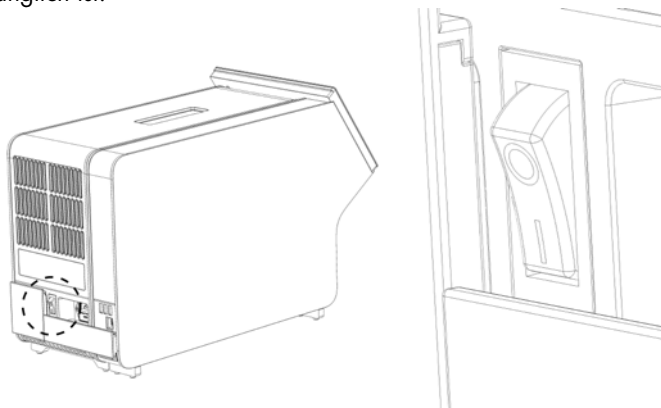

Abbildung 21: Lokalisieren des Netzschalters und Einstellen in die Position „I“.
- Schalten Sie das Gerät ein, indem Sie den Netzschalter an der Rückseite des Analysemoduls in die Position „I“ stellen (Abbildung 21). Überprüfen Sie, ob die Statusanzeigen am Analyse- und am Betriebsmodul blau leuchten.